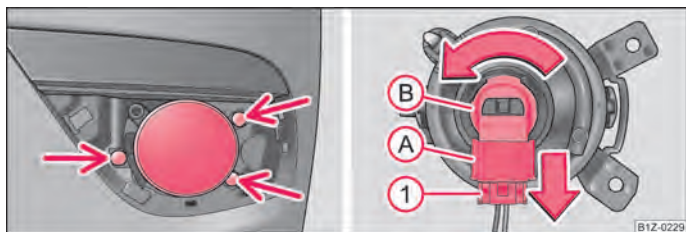

Fig. 187 Bara de protecție față: Farurile de ceață / Farurile de ceață: Înlocuirea becului
- Deșurubați, cu ajutorul șurubelniței din trusa de scule ¹⁾, șuruburile ⇒ fig. 187 - stânga.